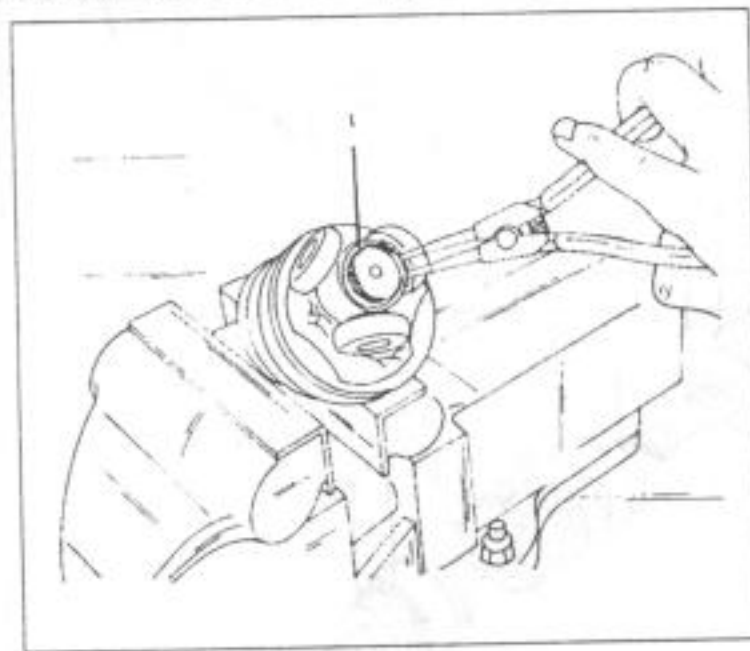

Рис.180.
- С помощью щипцов для упорных колец, как показано на рис.180, удалить предохранительное кольцо из канавки полуоси и снять звездочку шарнира с вала. Перед этим нужно обозначить взаимное расположение звездочки и вала.